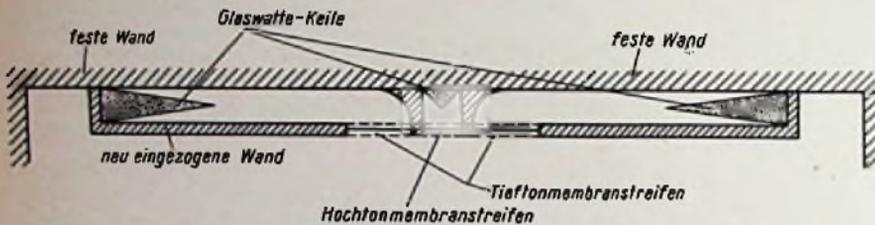

Bild 7. Wandeinbau einer Kondensatorlautsprecher-Kombination aus Tiefton- und Hochtonteil (Querschnitt, von oben gesehen)
Auch ein Kondensator-Streifen-System kann so an eine Wand angebaut werden, daß die meisten Raumresonanzen gar nicht oder nur schwach angeregt werden. An Außenwänden kann das notwendige rückwärtige Volumen zwischen der vorhandenen Raumwand und der notwendigen zweiten hierzu parallelen Wand nach außen verlegt werden. An Innenwänden kann die nötige zweite Wand so angeordnet werden, daß sie praktisch nicht auffällt, nämlich in ihrer Ebene parallel zur Innenwand in einem Abstand (etwa 12 bis 20 cm), vom Boden bis zur Decke durchgehend, nach jeder Seite hin mit ca. 1,5 m lichter Breite von den Membranstreifen aus, die ebenfalls vom Boden bis zur Decke reichen. Bei zwei je etwa 13 cm breiten Tieftonmembranstreifen wird  $d = 26$  cm und die Wiedergabe kann zwischen 35 und 1000 Hz innerhalb etwa 3 dB gleichmäßig gemacht werden. Zwischen den beiden Tieftonstreifen liegt der Hochtonstreifen für den restlichen Frequenzbereich oberhalb 1000 Hz. Diese Einbauweise nach Bild 7 benützt also eine ganze Seitenwand des Raumes, dazu als Abschluß ein wenig von Boden und Decke, nicht aber die anderen Raumwände. Die neu einzuziehende zweite Wand sollte aus Steifheitsgründen mindestens etwa 5 cm dick sein. Bei dieser Dimensionierung und bei einem lichten Abstand von ca. 15 cm von der ursprünglichen Zimmerwand wird das Raumvolumen des Zimmers nur ganz wenig verkleinert.
Mit dem Durchgriff, der die Lage der  $I_b U_b$ -Kennlinie (Bild 8c) festlegt, tritt ein von der gitterstromfrei gesteuerten Röhre her noch nicht bekannter Kennwert auf. Er kann seiner Definition entsprechend ( $u_b/u_c$  bei  $I_b = \text{konst.}$ , bzw.  $R_q = \infty$ ), als Faktor der Kollektorspannungsrückwirkung bei offenem Eingang gedeutet werden. Wir wollen ihn mit  $D_o$  bezeichnen ( $o = \text{offener Eingang}$ ) und werden ihn in der h-Matrix als Kennwert  $h_{12}$  finden.  $D_o$  gibt daher den in den Eingangskreis zurückgeführten Teilbetrag der Kollektorspannungsänderung ( $D_o \cdot u_c$ ) an und kennzeichnet die Rückwirkung ebenso wie der Rückwirkungswiderstand  $R_{r\bar{u}}$  (Bild 7)!, der den über den Transistoreingang fließenden Rückstrom bestimmt.  $D_o$  ist daher in gleicher Weise wie  $R_{r\bar{u}}$  ein Maß für die Kennlinienaufspaltung. Verschwindet die durch  $R_{r\bar{u}}$  bedingte Rückwirkung (z. B. durch Neutralisation), dann wird auch  $D_o = 0$ . In
1) Bild 7 in Heft 21, Seite 582